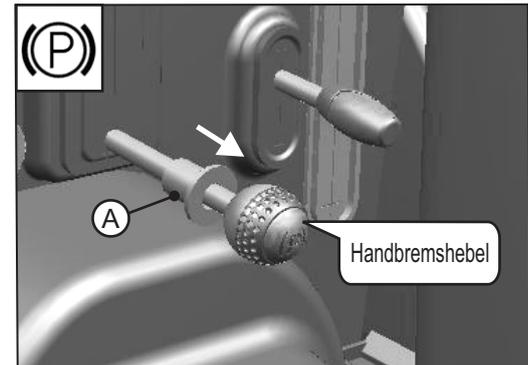

Abb. 4.17
- Feststellbremshebel nach oben ziehen, um die Feststellbremse zu betätigen (Abb. 4.17).
- Drücken Sie die Hülse (A, Abb. 4.17) nach vorne, drücken Sie den Feststellbremshebel nach unten und lassen Sie die Hülse "A" los.